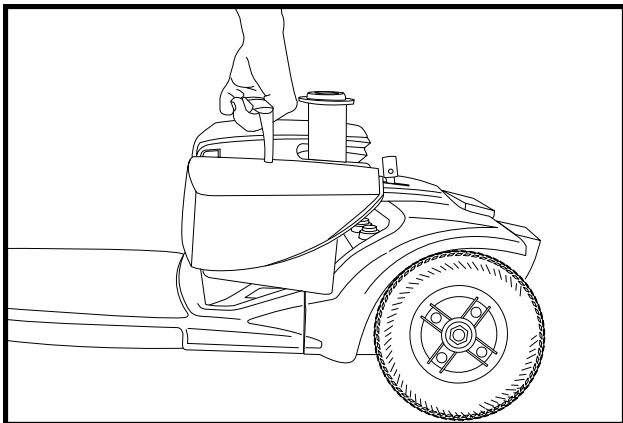

Abb. 13. Ausbau des Batteriepacks
3. Batteriepack entfernen. Der Batteriepack ist durch eine wiederverwendbare Befestigung gesichert. Batteriepack mit dem Griff hochziehen und von dem Elektromobil entfernen. Siehe Abb. 13.